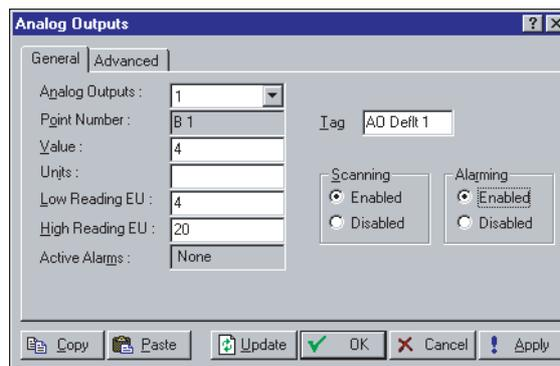

Figura 4-3. Saídas Analógicas
1. Selecione Configure > I/O > **AO Points**. Consulte a Figura 4-3.